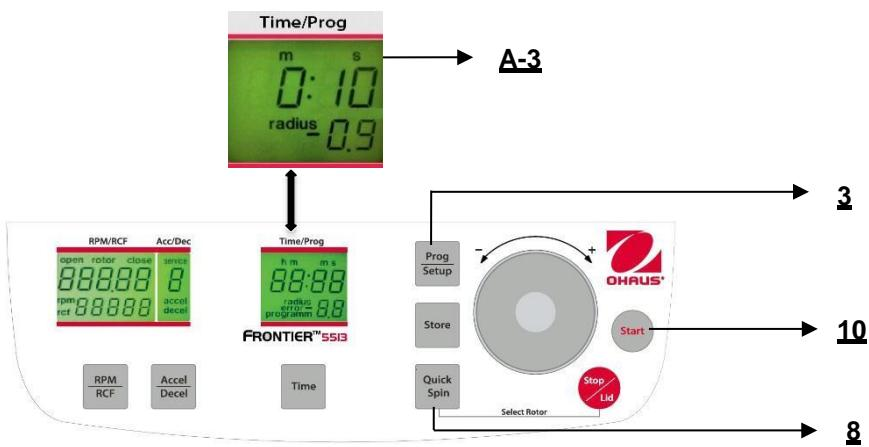

Abbildung. 23
Sie können die Zentrifuge entweder mit der Taste "Start" (10) (siehe Abbildung 23) oder der Taste "Quick Spin" (8) starten.